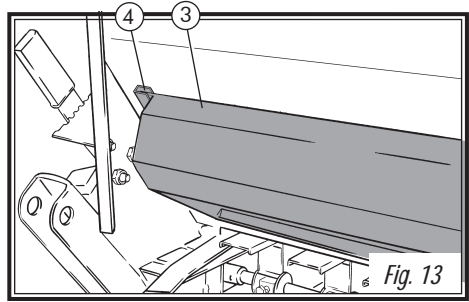

Fig. 13
**DEUXIÈME:** retirer l'auget (3, fig. 13) de la position de transport (4, fig. 13) et faire glisser horizontalement sous des distributeurs.